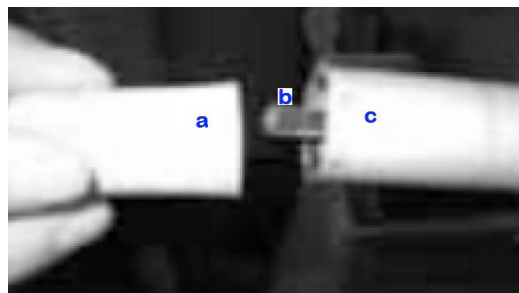

Fig.BC2
4.1- Montaggio sull'asta principale (vedere Fig. BC2)